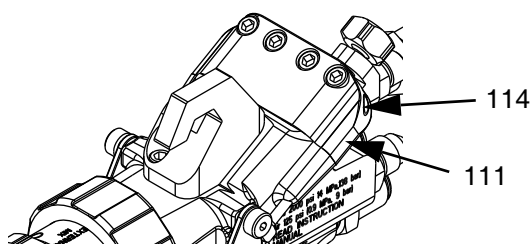
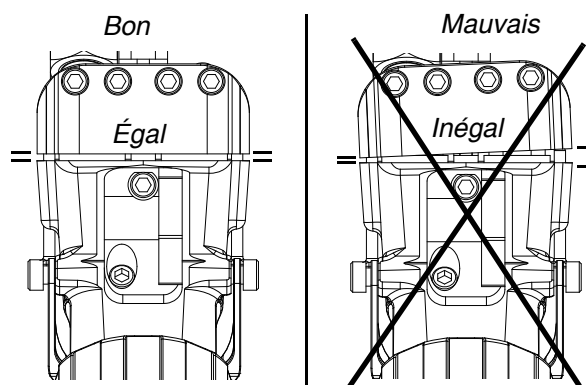

FIG. 11
FIG. 12
Exécuter cette procédure si le collier de la gâchette s'éloigne du corps du pistolet de manière inégale lorsque l'on tire sur la gâchette, voir FIG. 12. Cette procédure permet de régler les axes de l'actionneur (111) dans le collier de la gâchette ; voir FIG. 11.
**REMARQUE :** Lors de l'installation de la gâchette à quatre doigts (16F627), veiller à ce que le verrouillage de la gâchette fonctionne et que l'ensemble de collier s'ouvre correctement, voir FIG. 12. Si des réglages sont nécessaires, exécuter la procédure **Réglage des vis de réglage de l'axe de l'actionneur**.
3. Utiliser une clé hex de 2 mm (5/64 po.) pour retirer les vis de réglage (114).
11. Tirer complètement sur la gâchette et mesurer l'espace entre le collier de la gâchette et le corps du pistolet sur les deux côtés. Les espaces doivent mesurer au moins 1,65 mm (0,065 po.) en position ouverte. Régler les vis si cela est nécessaire. Voir FIG. 12.